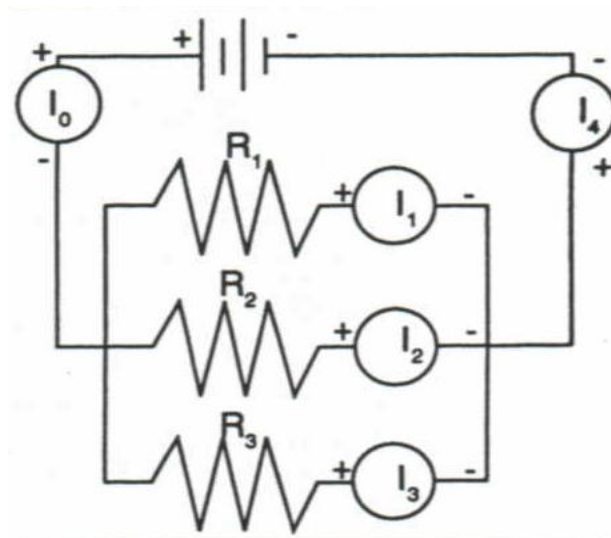

Figura 26: Medida de la corrientes en un circuito en paralelo.
2. Para el circuito en paralelo, mida las corrientes que fluyen a través de cada resistencia, interrumpiendo sus conexiones, como muestra la figura 26. Anote los resultados obtenidos en la tabla 4. ¿Qué observas?